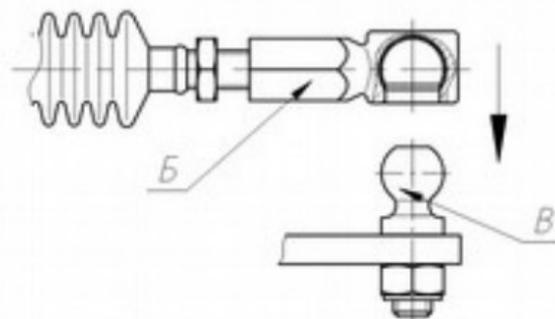

Рис. 18
1.4.6 После регулировки наконечник Б соединить со сферическим пальцем В до характерного щелчка. (Рис. 18). Допускается применение сжимающего инструмента, например, клещей с гладкими губками.